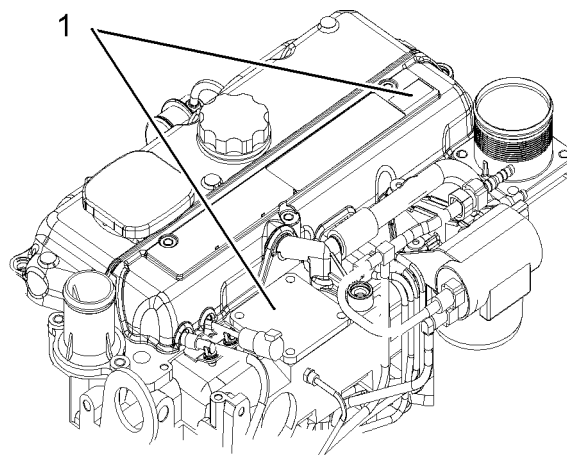

Рис. 2
Табличка общего предупреждения (1) может находиться на крышке клапанного механизма или впускном коллекторе. См. рисунок 2.